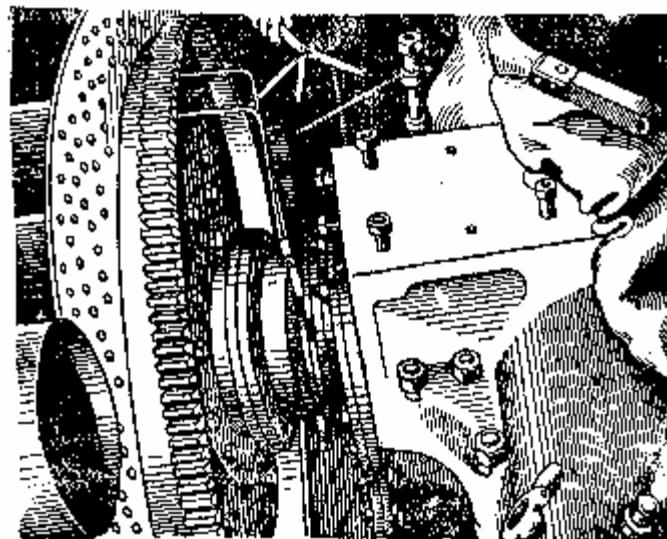

Рис. 105. Центровка двигателя с коробкой перемены передач (замер торцевого зазора)
- 4) Проверить совпадение осей ведущего вала коробки перемены передач и коленчатого вала двигателя. Эту проверку производят по двум стрелкам, одну из которых устанавливают на муфте соединения коробки с фрикционом, а другую — под гайку крепления зубчатого венца главного фрикциона, как показано на рис. 105 и 106. Разность зазора между осями стрелок при замерах сверху, снизу и с боков допускается не более 0,8 мм. В случае несовпадения стрелок более чем на 0,8 мм нужно подобрать соответствующей толщины прокладки под лапы двигателя или сместить двигатель в сторону, насколько позволяет это сделать зазор между болтом и отверстиями в лапах двигателя и в подмоторной раме. Под каждую лапу двигателя разрешается ставить не более трёх прокладок, суммарная толщина которых не должна превышать 1,5 мм. При значительном несовпадении стрелок в левом и правом положениях, а также в тех случаях, когда смещать двигатель в сторону, за счёт зазора между болтами и отверстиями подмоторной рамы, уже больше нельзя, — разрешается увеличение (распиловка) отверстий в подмоторной раме, но не более чем на 1 мм. Для проверки совпадения осей по стрелкам необходимо вытянуть из картера на величину люфта коленчатый вал. Это достигается выключением главного фрикциона от четырёх до пяти раз.